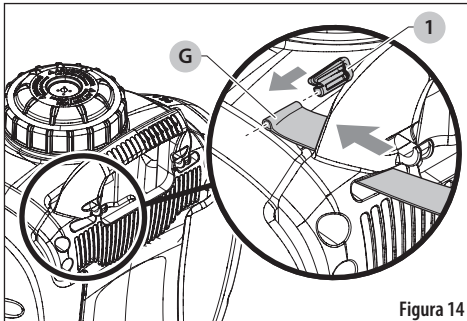

Figura 14
1. En cada lado del arnés (G), retire los pequeños clips de plástico (1) de los dos bucles de la correa para el hombro y pase cada bucle por las ranuras en la parte superior del asa del pulverizador. Vea la Figura 14.
2. Vuelva a colocar los clips (1) a través de los bucles y tire de la correa que sujeta las dos correas del arnés (G) en su lugar.